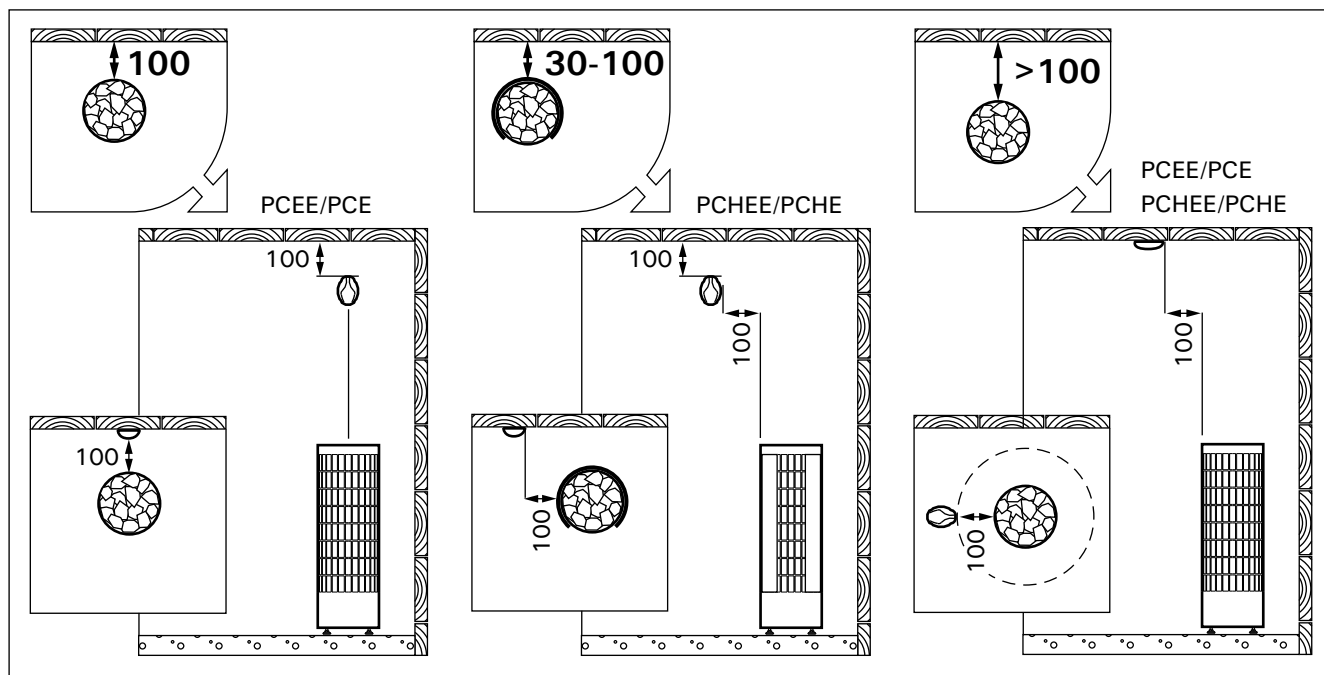

Рисунок 6. Установка температурного датчика (все размеры приведены в миллиметрах)
- **PCEE:** Установите датчик на стену сауны, как показано на рис. 6. Вставьте кабель датчика в разъем нагревателя по принципу цветового соответствия.
- **PC-E:** Установите датчик (WX247 поставляется вместе с каменкой) на стену сауны, как показано на рис. 6.
**Датчик следует устанавливать в место, указанное в данной инструкции (рис. 6). Если не соблю-**
- Peale vooluvarustuse ühendusklemmide on PC-kerised varustatud ühendusega (P), mis võimaldab kütmist juhtida. Vt. joonis 5. Kütmise juhtimise kaabel on toodud otse kerise ühenduskarpi ning sealt kerise terminaaliblokki piki sama jämedusega kummiisolatsiooniga kaablit, mis ühenduskaabelgi.